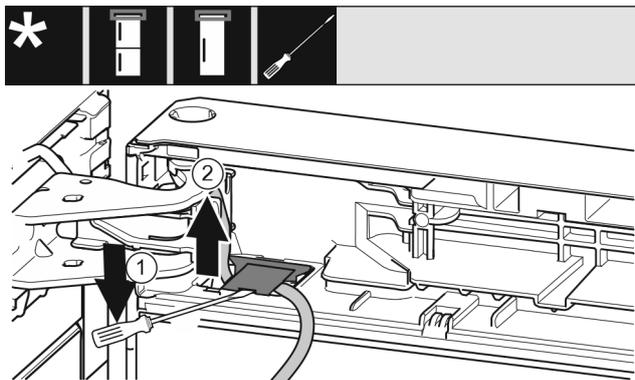

Fig. 21
- ▶ Løft og dekelet med flat skrutrekker og trekk det ut. Fig. 21 (1)
- ▶ Trekk ut ledningen. Fig. 21 (2)